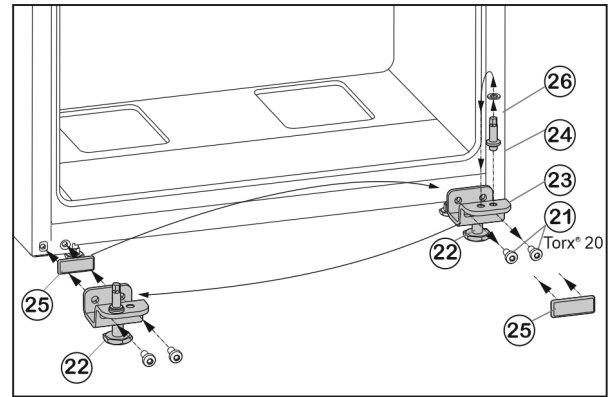

Fig. 9
- Befestigungsschrauben Fig. 9 (21) abschrauben.
- Lagerbock unten Fig. 9 (23) komplett mit Lagerbolzen Fig. 9 (24), Scheibe Fig. 9 (26) und Stellfuß Fig. 9 (22), abnehmen.
- Lagerbolzen Fig. 9 (24) komplett mit Scheibe Fig. 9 (26) abschrauben, in das gegenüberliegende Aufnahmeloche des Lagerbocks umsetzen und wieder festschrauben.
- Abdeckplatte Fig. 9 (25) vorsichtig abnehmen und auf die Gegenseite umsetzen.
- Lagerbock unten Fig. 9 (23) komplett, mit Lagerbolzen Fig. 9 (24), Scheibe Fig. 9 (26) und Stellfuß Fig. 9 (22) auf der neuen Scharnierseite ggf. mit Hilfe eines Akkuschräubers **fest (mit 4 Nm)** wieder anschrauben.
- Tür von oben auf Lagerbolzen Fig. 9 (24) aufsetzen.
- Stellfuß Fig. 9 (22) am Lagerbock unten Fig. 9 (23) herausdrehen, bis er auf dem Boden aufliegt.